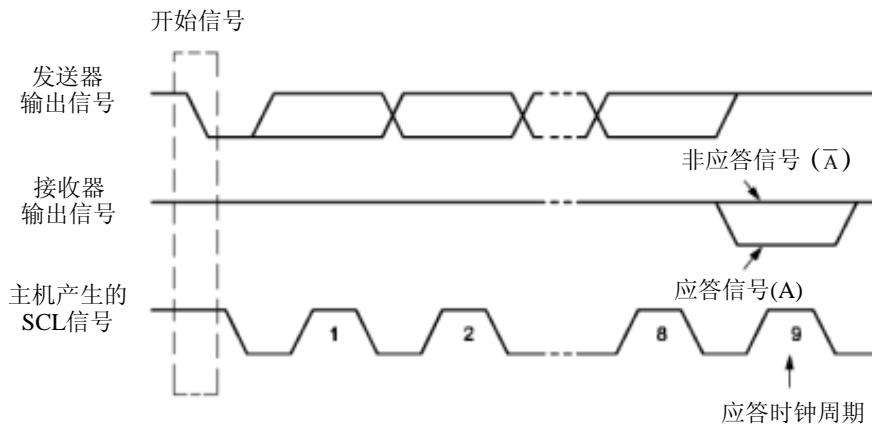

Figure 15-5 IIC 总线的应答信号
**重新开始信号（Repeated START）：**在 IIC 总线上，由主机发送一个开始信号启动一次通信后，在首次发送停止信号之前，主机通过发送重新开始信号，可以转换与当前从机的通信模式，或是切换到与另一个从机通信。如 Figure15-5 所示，当 SCL 为高电平时，SDA 由高电平向低电平跳变，产生重新开始信号，它的本质就是一个开始信号。